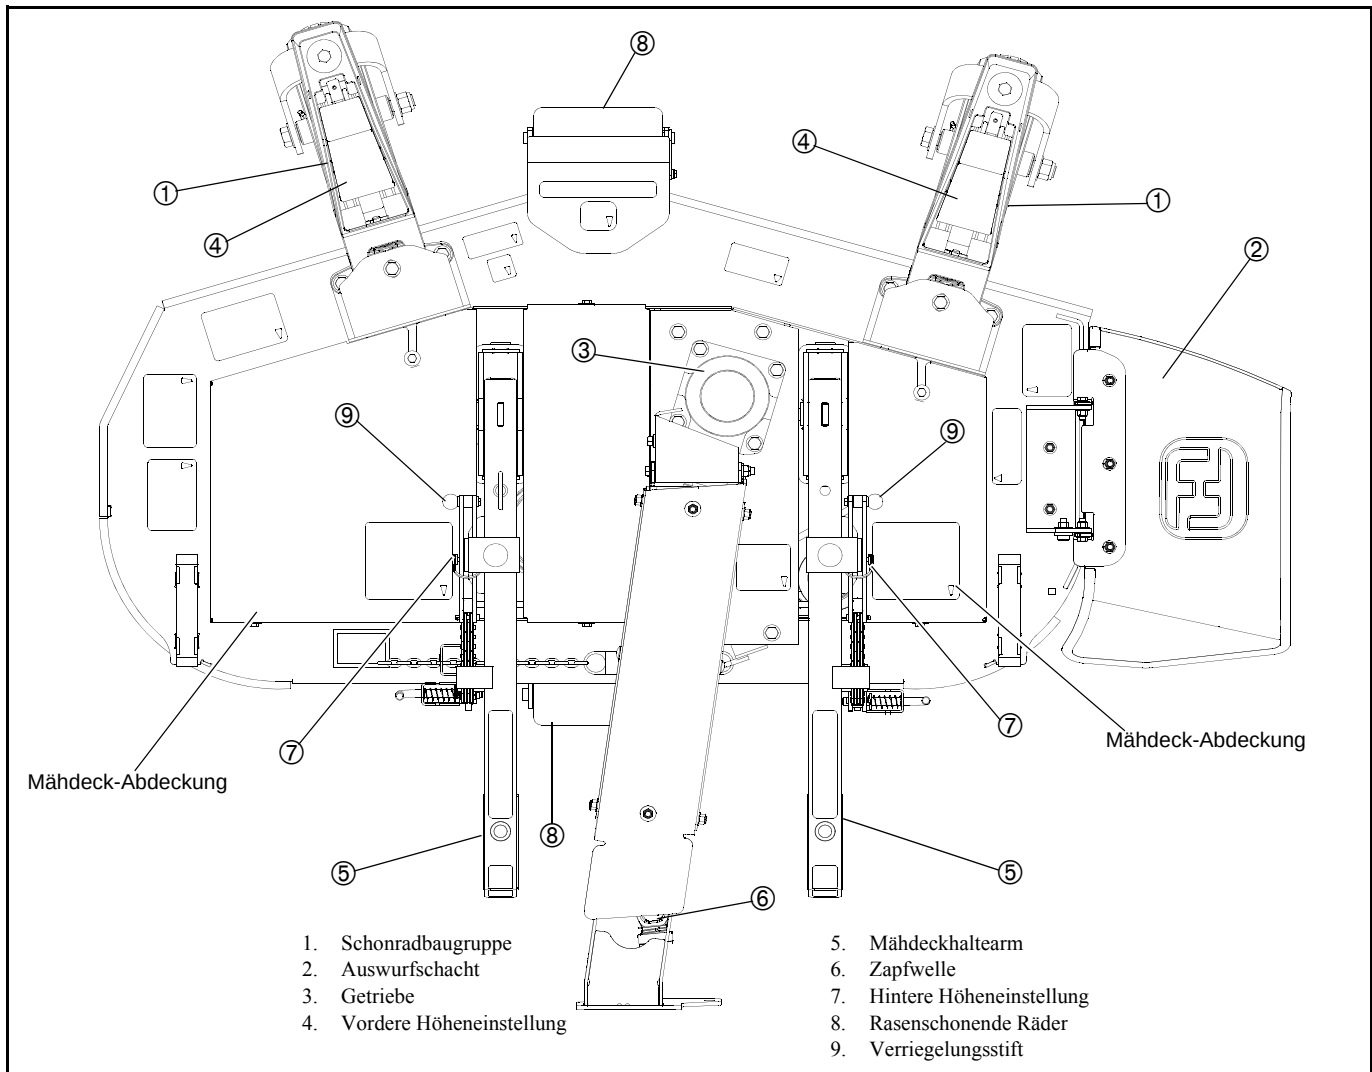
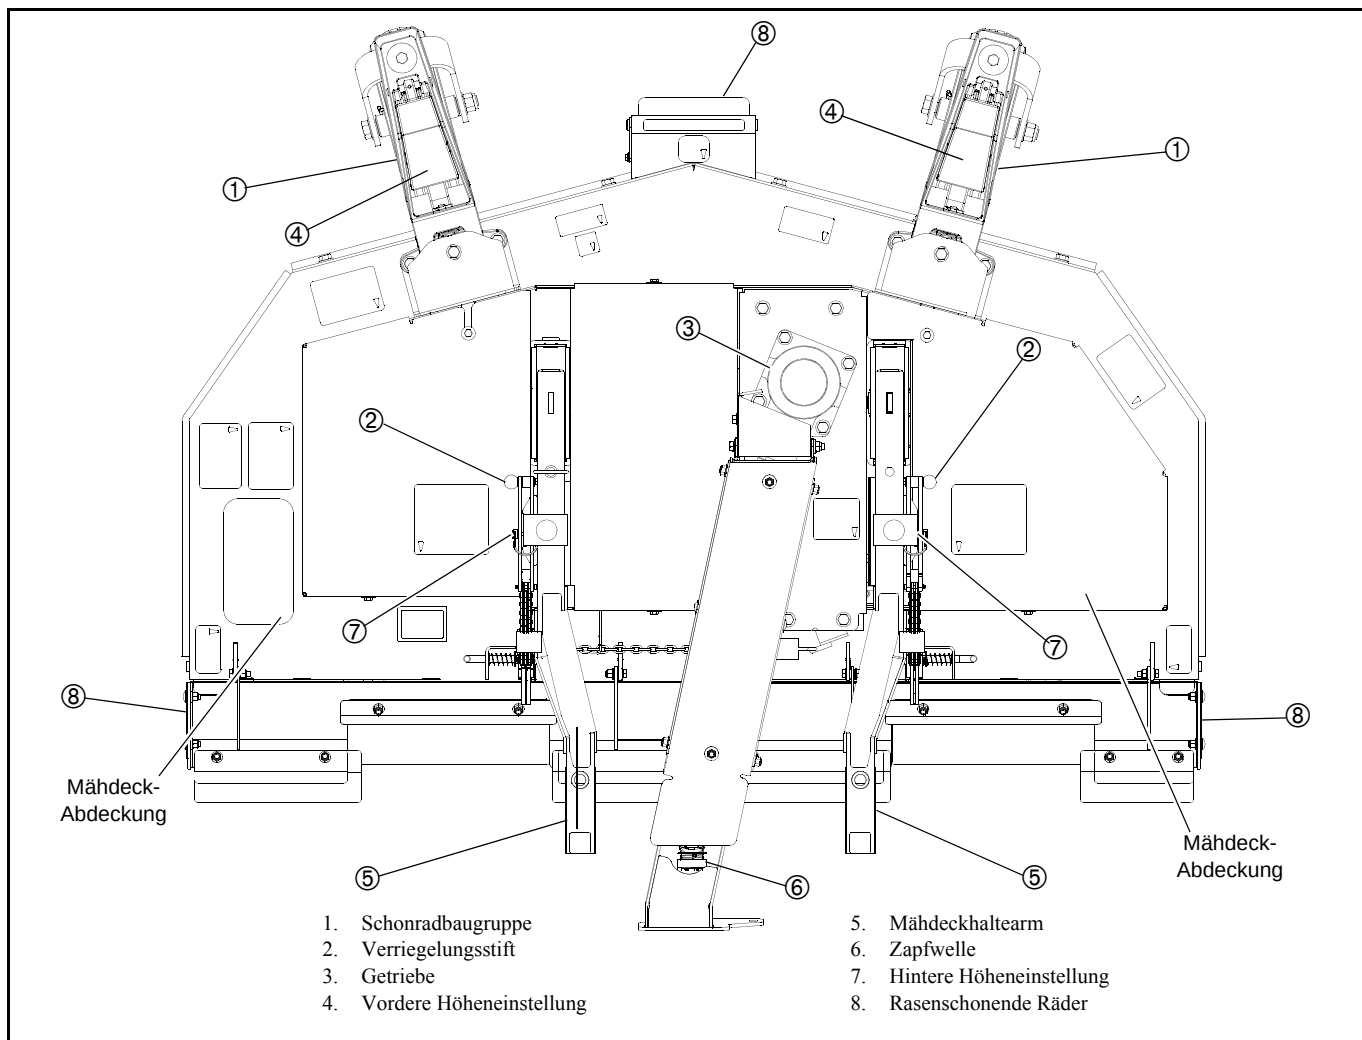

Abb. 3-1
Abb. 3-2
Das 72-Zoll-Mähdeck mit Heckauswurf ist serienmäßig mit rasenschonenden Rädern ausgestattet und kann daher sofort mit dieser Methode montiert werden. Abb. 3-2
4. Nehmen Sie die beiden Mähdeck-Abdeckungen ab. Abb. 3-1 und Abb. 3-2